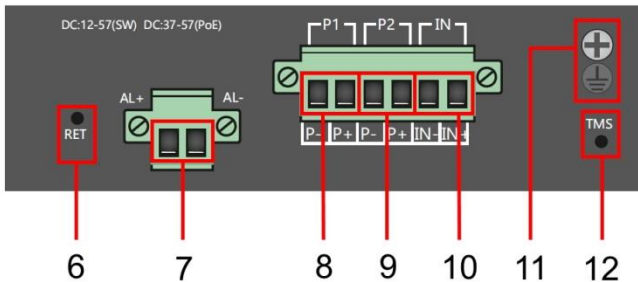

Рис. 4 Коммутатор SW-808010/ILS(port 90W 720W) разъемы и кнопки верхней панели
- Для обеспечения функционирования встроенной грозозащиты необходимо надежно заземлить корпус коммутатора (11) Рис.4.